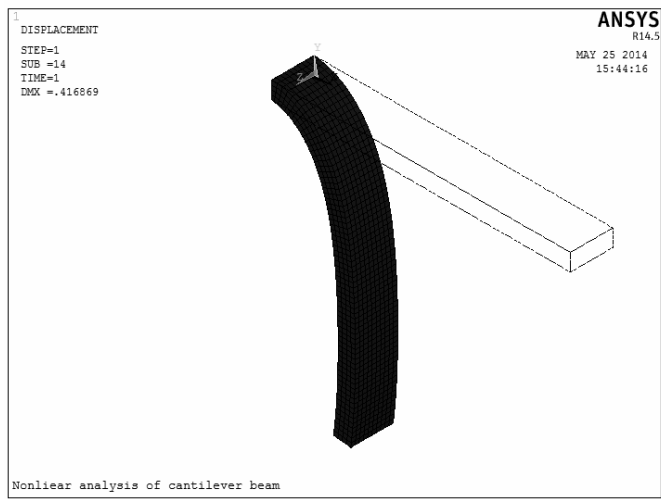

图 9-27 变形图
- 3) 单击 “OK” 按钮显示变形图，如图 9-27 所示。由图中可见最大变形为 0.416869mm，变形很小。